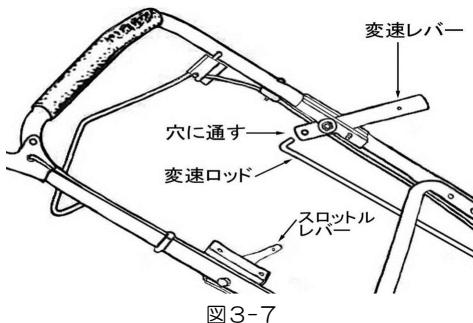

図3-7
- 変速ロッドの上部の曲がった部分を変速レバーの穴に通します。（図3-7）